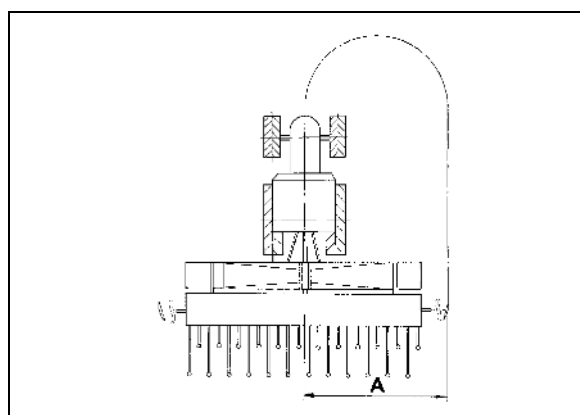

Fig. 98
5. Skru boltene (Fig. 98/1) ud.
8. Spænd boltene (Fig. 98/1).